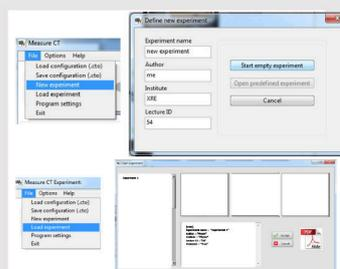

Рис. 5: Как создать новый или открыть существующий эксперимент
- Отрегулируйте настройки XRIS и рентгеновской установки в соответствии с рис. 4 или загрузите конфигурацию из заранее определенного файла СТО 'Эксперимент 3' (см. рис. 5).
- Начните новый эксперимент, дайте ему уникальное имя и введите свои данные (рис. 5). В качестве альтернативы можно также загрузить этот эксперимент с заранее записанными изображениями и открыть это руководство. Правильная конфигурация будет загружена автоматически, но функциональные возможности программы будут ограничены, чтобы избежать перезаписи существующих данных.